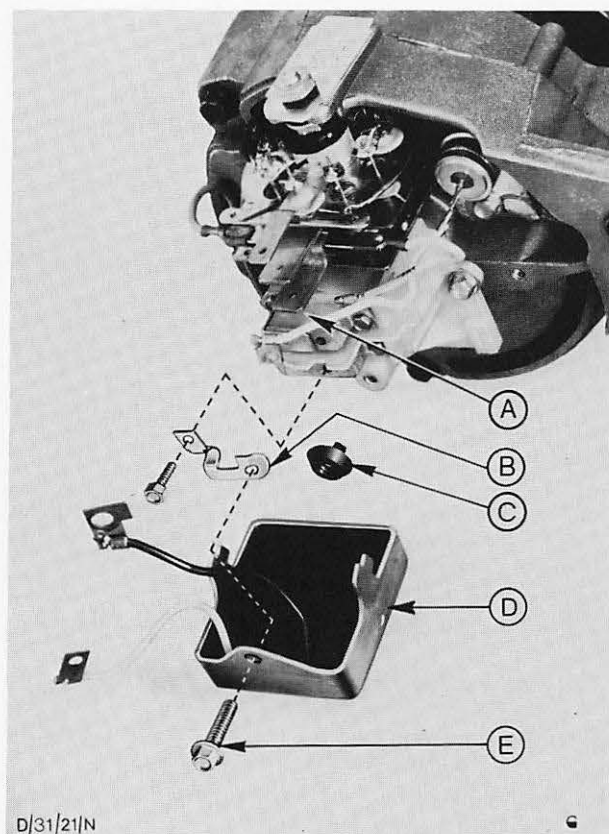

Abb. 58 Regler kompl. einbauen
38. Regler kompl. einbauen. Abb. 58.